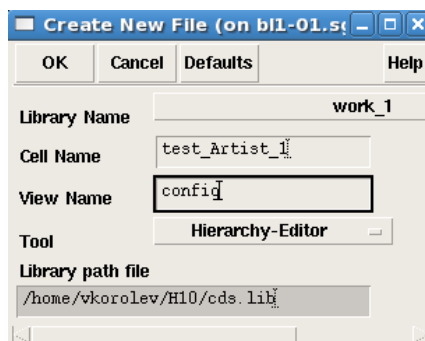

Рис.6.1 Создание вида config.
- В появившейся форме (рис. 6.1) выберите библиотеку вашего проекта